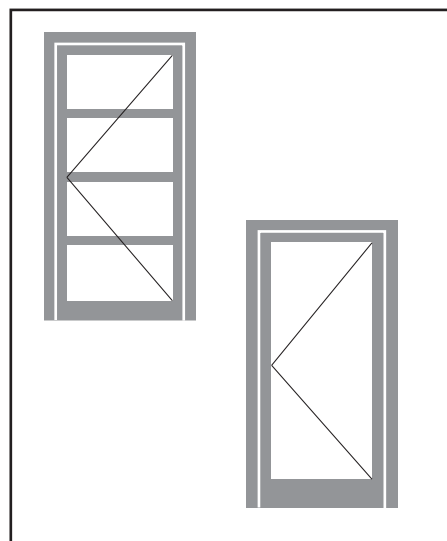

Abb. 2 / Fig. 2 / Fig. 2
- ein oder mehrere Riegel (Abb. 2)
- hoher Sockel (H ca. 200 mm) Abb. 2
- une ou plusieurs traverses (fig. 2)
- one or more mid-rails (fig. 2)
- high bottom rail (h approx. 200 mm) fig. 2